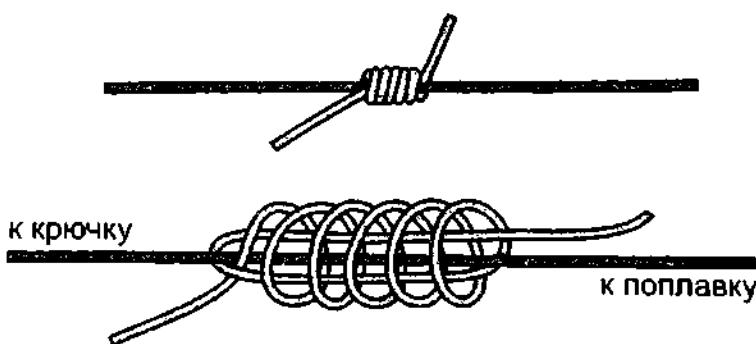

Рис. 96. Францисканский узел на леске.
**Францисканский узел** рыбаки также вяжут в качестве стопора для скользящего поплавка (рис. 96). Стопорочно держится на леске и передвигается только тогда, когда это необходимо. Для того чтобы завязать узел, леску нужно сложить вдвое, и положить 5–6 шлагов, после чего конец пропускается в крайнюю петлю. **Францисканский узел** предпочтительней **рыбацкого стопорного узла**, так как он намного удобнее вяжется, ведь конец пропускается лишь в одну петельку, а не под все шлаги, как у **рыбацкого стопорного узла**.